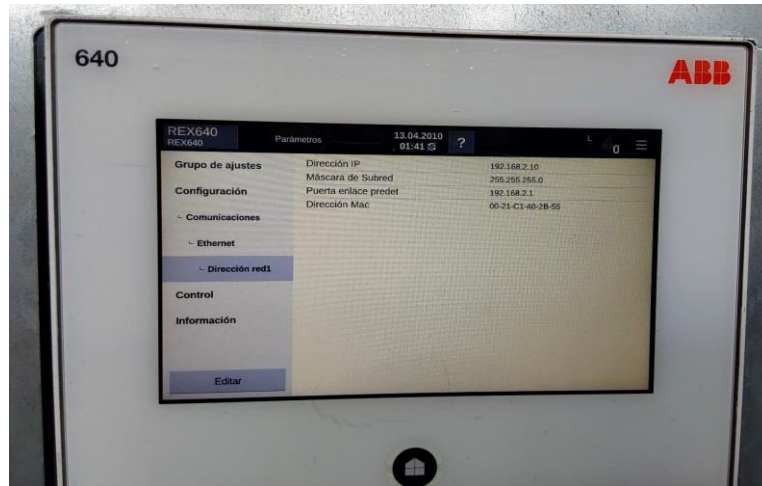

Imagen 190_IP del relevador REX640.
3.52 Por último, vamos a confirmar que toda nuestra información está correctamente, esto se hará mediante el ping que se hizo en un inicio, en la ventana de del CMD que se encuentra en el buscado de la computadora escribimos el comando *ping* junto con el ping que nos muestra el relevador, este se busca en el relevador en la ruta “Configuración - comunicación - Ethernet - Dirección red1” como se muestra en la **Imagen 190**.